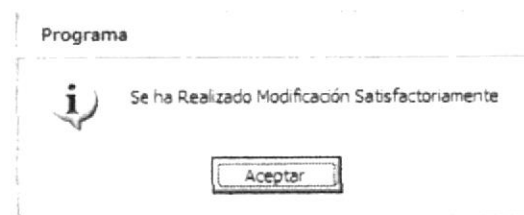

Figura 5.32 Mensaje de Modificación de Programa
5. Si se ha realizado la modificación aparecerá el mensaje (Ver figura 5.32)